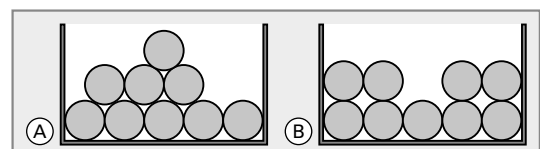

Bild 5: Leitungsanordnung in Kabeltragesystem
6. In einem metallenen Kabeltragesystem sind viele Leitungen zu verlegen. Welche Art der Leitungsanordnung in **Bild 5** ist wegen der EMV anzuwenden?